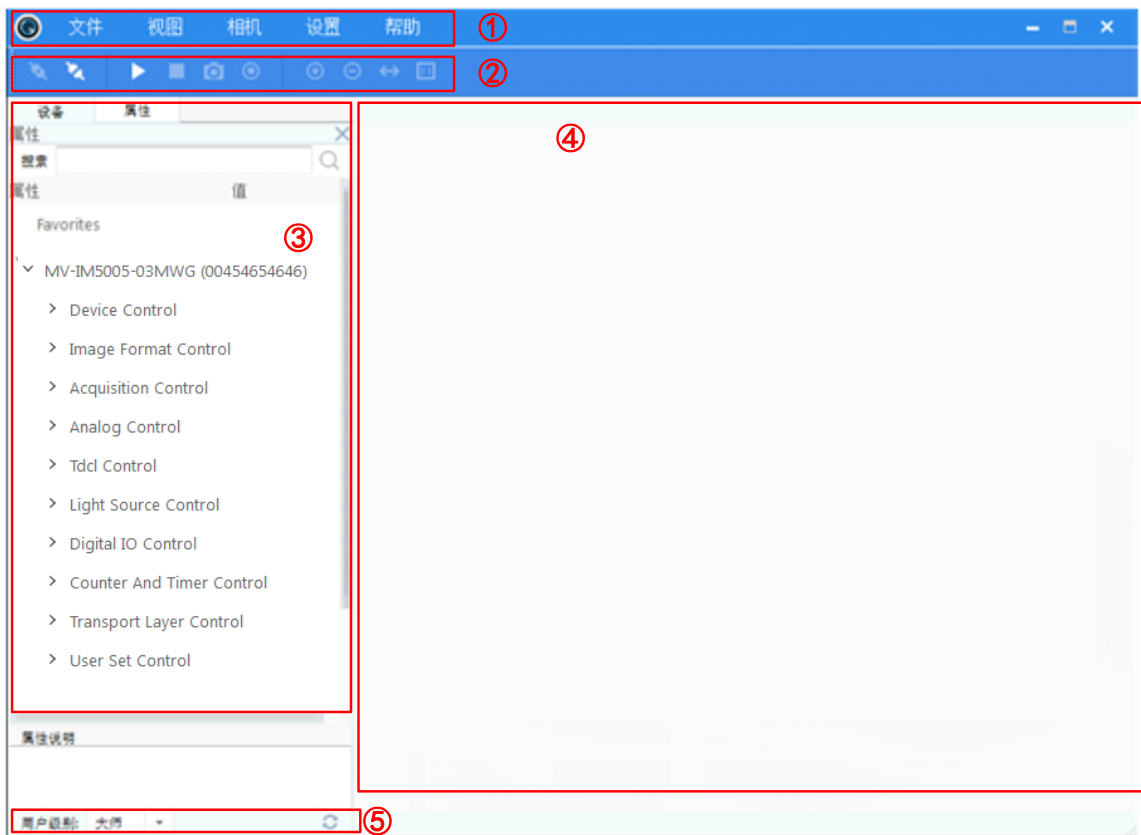

图3-2 SmartMVS 主界面
SmartMVS 软件启动后，主界面如图 3-2 所示。其中①②③④区域分别代表菜单栏区、控制工具条区、设备列表和属性区、预览区；⑤所示区域可快速切换当前的用户级别，可选用户级别有初级、专家、大师，不同级别可操作的设备属性有差异。